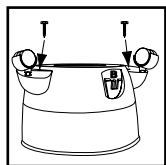

FIGURA 3
4. Asegúrese de que las bases de la rueda estén totalmente insertadas dentro del fondo del depósito y sujételas con los tornillos suministrados. **FIGURA 3**.